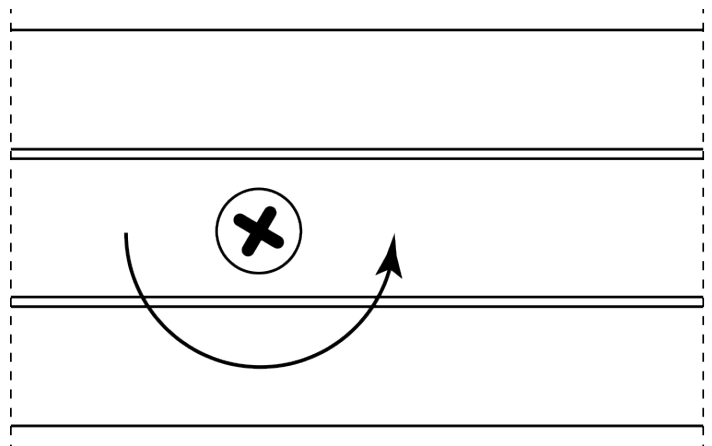
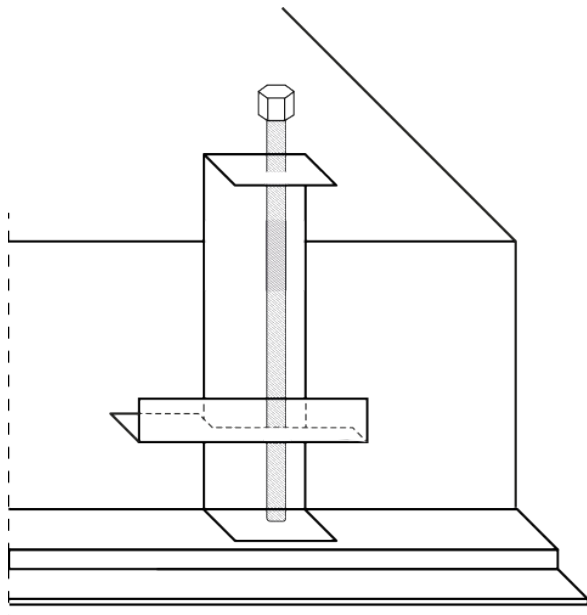

Рис.2
Рис.3
4. Непосредственно перед установкой повернуть 4 установочных винта против часовой стрелки, ослабив установочные лапки (рис.2) . Внимание: высоту, на которую нужно поднять лапки, следует выбрать чуть большую, чем толщина потолочной панели. В открытом положении лапки будут выглядеть, как на рис. 3.